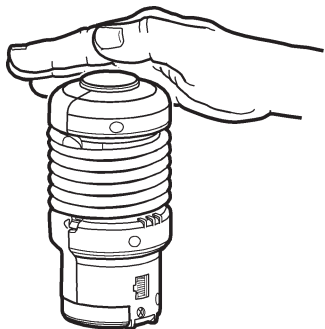

Figure 2.18 : activation du bouton de déclenchement de l'outil de VDR
- 7 Appuyez et tenez enfoncé le bouton de déclenchement de VDR durant une seconde pour activer l'outil de VDR (Figure 2.18). La lampe témoin au sommet de l'outil de VDR clignote plusieurs fois (jusqu'à 30 secondes) et, ensuite, elle demeure constamment allumée pour indiquer que l'outil est prêt à enregistrer.
- 8 Conduisez le véhicule et, chaque fois que le symptôme se produit, appuyez et relâchez le bouton de déclenchement de VDR (Figure 2.18). Soyez attentif aux éléments suivants.